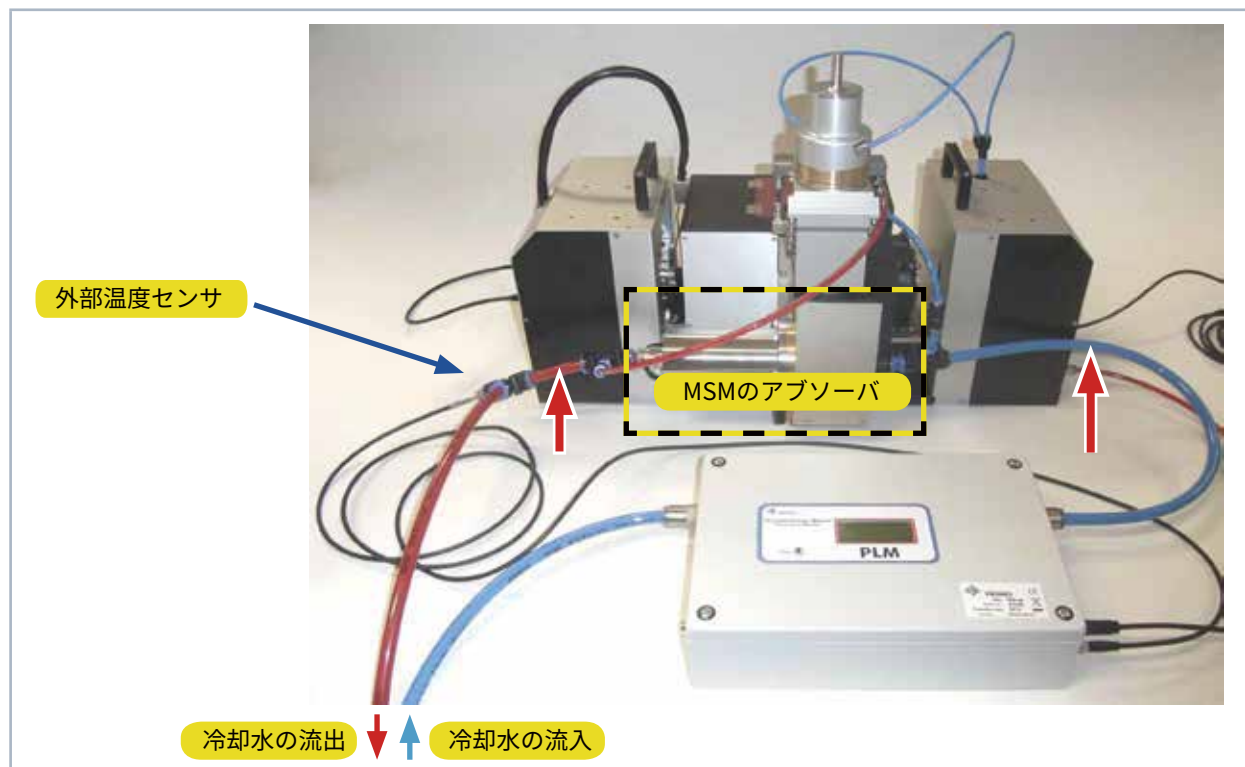

図 7.4 外部温度センサ付き冷却回路PLM10 (PRIMES社のHP-MSMと接続時)
1. Tピースを使用して外部温度センサを冷却回路の出力に差し込みます(16ページの図7.4を参照)。